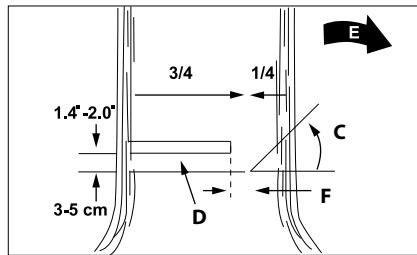

Рис. 15
Внимание! Не ходете пред дърво, върху което вече е направен срезът. Окончателното изрязване (D) се извършва от обратната страна на дървото на 3-5 см над хоризонталната основа на среза (C) (рис. 15).